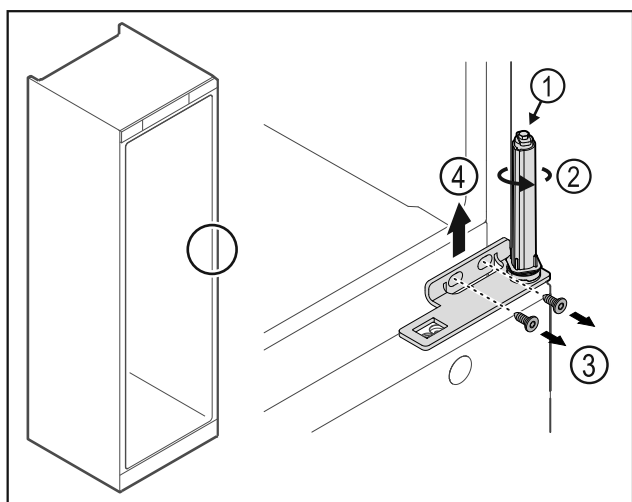

Fig. 27
- Neardykite durų uždarymo sistemos Fig. 27 (1).
- Sukite uždarymo sistemą Fig. 27 (2), kol ji užsifiksuos.
- Atlaisvinkite varžtus Fig. 27 (3), nuimkite šarnyrinį kampuočių Fig. 27 (4) į viršų.